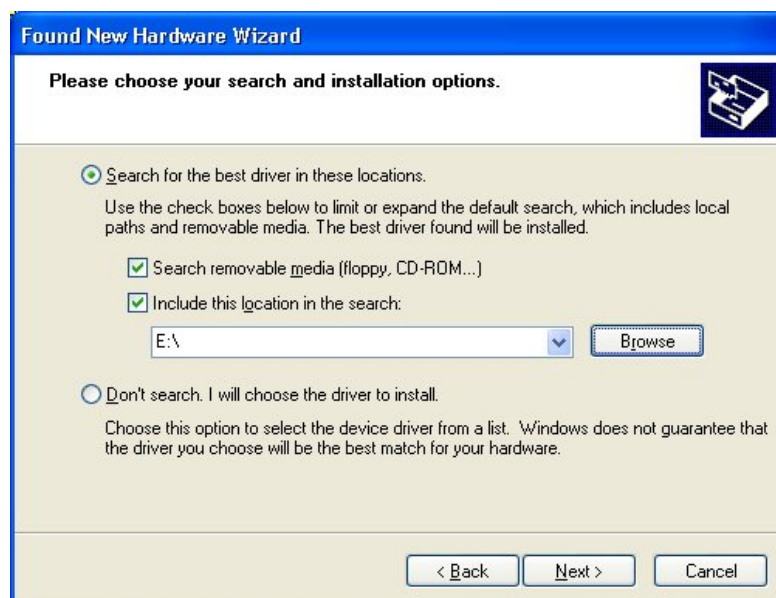

Figure 6: Windows demande le lieu exact où se trouvent les pilotes.
5. Windows demande le lieu où se trouvent les pilotes. Précisez l'emplacement (voir Figure 6). Parcourir le CD et cliquez sur **Ouvrir**. Cliquez sur **Suivant** pour continuer.